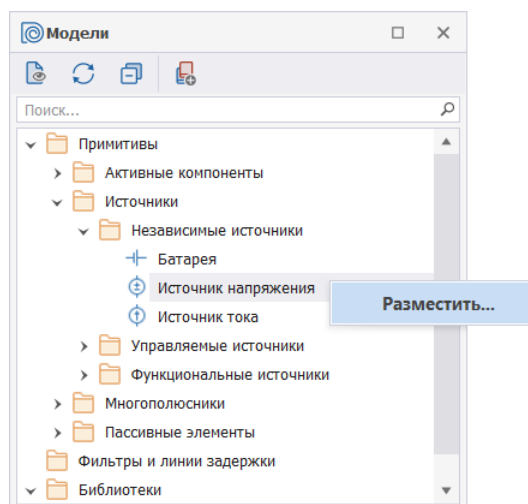

Рис. 37 Добавление элементов на схему
1. В панели «Модели» вызвать контекстное меню для выбранного примитива → нажать «Разместить» см. Рис. 37;